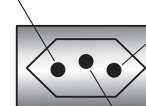

Fig. 3
- 2► Na instalação utilize tomada de três pinos com aterramento (2P + T, 20A) conforme novo padrão brasileiro, NBR 14136:2002 (Fig.3, pág. 8) ligando fase/neutro ou fase/fase nos pinos laterais e o aterramento no pino central: